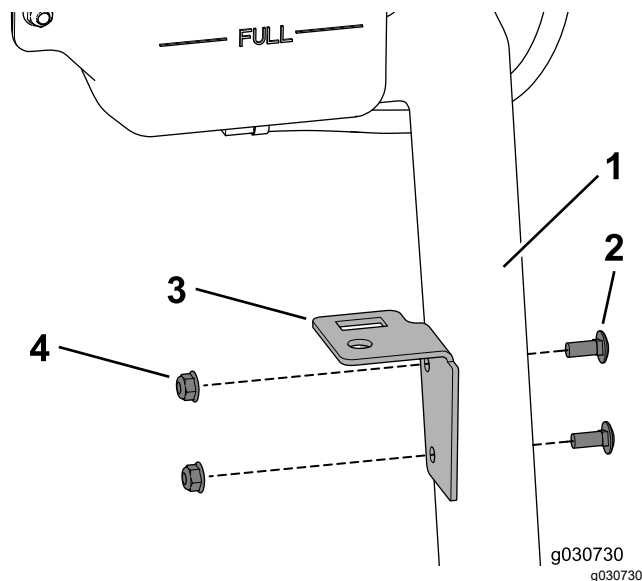

Figura 43
1. Utilice 2 pernos de cuello cuadrado ($\frac{5}{16}$ " x $\frac{3}{4}$ ") y 2 tuercas con arandela prensada ($\frac{5}{16}$ ") para sujetar la placa del depósito al soporte del depósito de refrigerante (Figura 43).